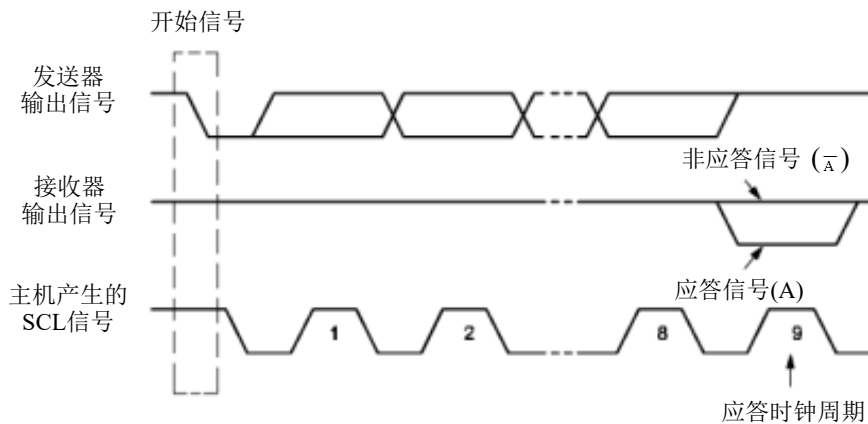

Figure 16-5 IIC 总线的应答信号
重新开始信号 (Repeated START): 在 IIC 总线上, 由主机发送一个开始信号启动一次通信后, 在首次发送停止信号之前, 主机通过发送重新开始信号, 可以转换与当前从机的通信模式, 或是切换到与另一个从机通信。如 Figure16-5 所示, 当 SCL 为高电平时, SDA 由高电平向低电平跳变, 产生重新开始信号, 它的本质就是一个开始信号。
应答信号 (A): 接收数据的 IIC 在接收到 8 位数据后, 向发送数据的 IC 发出的特定的低电平脉冲。每一个数据字节后面都要跟一位应答信号, 表示已收到数据。应答信号在第 9 个时钟周期出现, 这时发送器必须在这一时钟位上释放数据线, 由接收设备拉低 SDA 电平来产生应答信号, 由接收设备保持 SDA 的高电平来产生非应答信号 (\bar{A}), 如 Figure16-5 所示。所以, 一个完整的字节数据传输需要 9 个时钟脉冲。如果从机作为接收方向主机发送非应答信号, 这样, 主机方就认为此次数据传输失败; 如果是主机作为接收方, 在从机发送器发送完一个字节数据后, 发送了非应答信号, 从机就认为数据传输结束, 并释放 SDA 线。不论是以上哪种情况都会终止数据传输, 这时, 主机或是产生停止信号释放总线, 或是产生重新开始信号, 开始一次新的通信。开始信号、重新开始信号和停止信号都是由主控制器产生, 应答信号由接收器产生, 总线上带有 IIC 总线接口的器件很容易检测到这些信号。